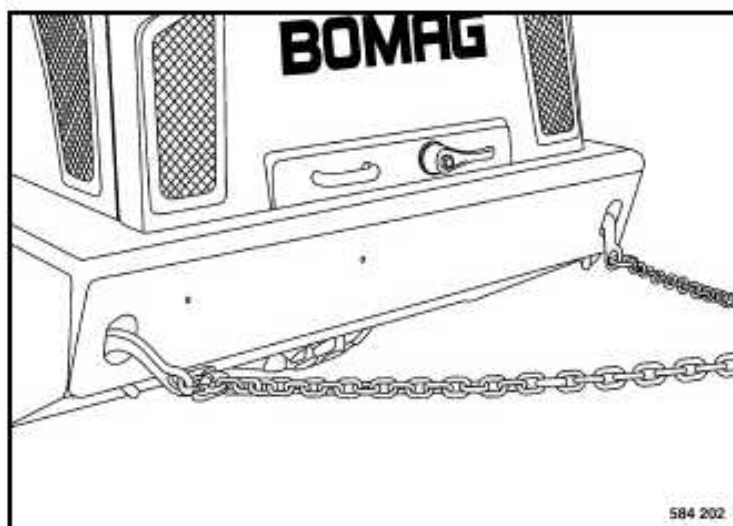

Fig. 64
- Fijar las cadenas (Fig. 64) o cables de remolque en la argolla de forma segura.